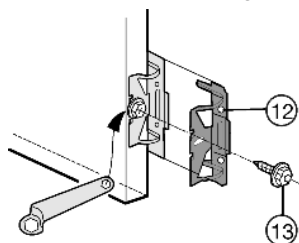

Fig. 12
- ▶ Avvitare tutte le squadrette di fissaggio Fig. 12 (12) con la vite a testa esagonale Fig. 12 (13) sui fori predisposti nella porta dell'apparecchio.
- ▶ montare una seconda coppia di squadrette di fissaggio Fig. 12 (12).